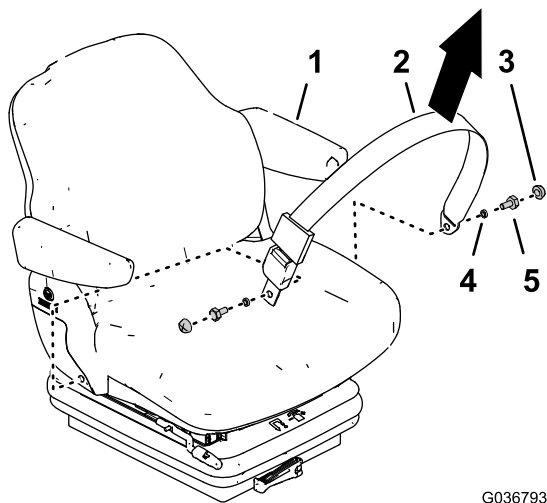

図 11
1. 古い座席にシートベルトを固定しているカバーとボルトを外す 図 11。